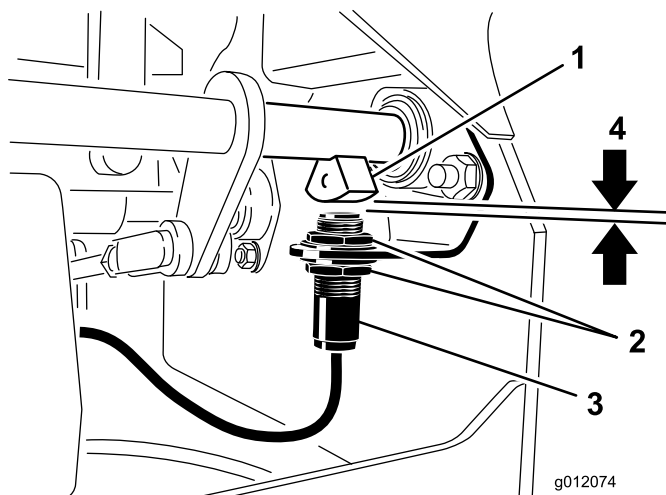

Figure 55
4. Montez ou descendez le contacteur sur le support jusqu'à ce qu'une distance de 3,9 mm (5/32 po) sépare le capteur d'arbre de frein et le plongeur du contacteur (Figure 55).